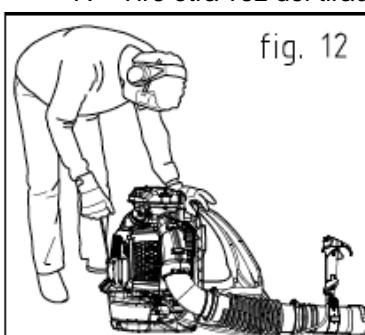

fig. 12
durante el arranque. (fig. 12)
5. Tire lentamente del tirador de arranque (16) unos 10-15 cm hasta que encuentre algo de resistencia; después tire con más fuerza un par de veces hasta que escuche el primer arranque (fig.12)
7. Tire otra vez del tirador de arranque (16) hasta que arranque el motor. (fig. 12)